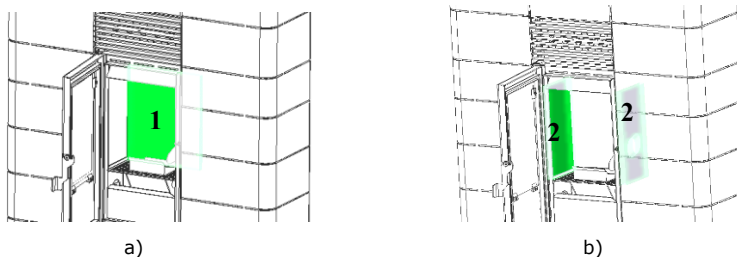

Figura 111 - Remoção peças em vermiculite
De seguida remover as peças em vermiculite, para isso deverá desencaxá-las dos apoios que a suportam (Figura 111). Para retirar estas é necessário seguir uma sequência, deve-se remover em primeiro a vermiculite posterior (1) e só depois as laterais (2).